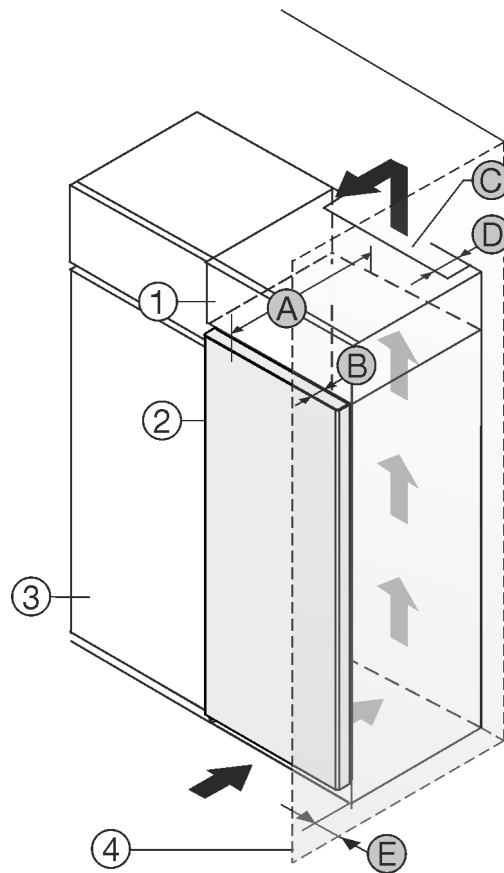

Fig. 1
- (1) Rátétszekrény \*
- (2) Berendezés \*
- (3) Konyhaszekrény \*
- (4) Fal \*
- (A) Készülék mélysége \*
- (B) Ajtó mélysége \*
- (C) Szellőzés keresztmetszete \*
- (D) Készülék hátsó oldalának távolsága \*
- (E) Távolság a készülék oldalától \*
A készülék közvetlenül a konyhaszekrény Fig. 1 (3) mellé állítható.\*
A rátétszekrény hátoldalán egy megadott mélységű Fig. 1 (D) szellőzőaknákat kell kialakítani a rátétszekrény teljes szélességében.\*
A mennyezet alatt be kell tartani a szellőző keresztmetszetet Fig. 1 (C).\*
Ha a készüléket a zsanérjaival a fal Fig. 1 (4) mellé állítja fel, legalább 13 mm távolságot kell tartani a faltól.\*
Ahhoz, hogy az ajtót teljesen ki tudja nyitni, a készüléknek a konyhaszekrény elülső oldalához képest legalább az ajtó mélységének Fig. 1 (B) megfelelően ki kell állnia. A konyhaszekrények Fig. 1 (3) mélységétől és a fali távtartók használatától függően a készülék nagyobb mértékben is túllóghat előre felé.\*